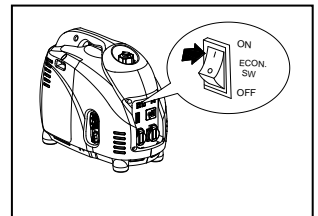

Fig.21
- Girar el Selector Modo Económico en posición "ON" (Fig.21).